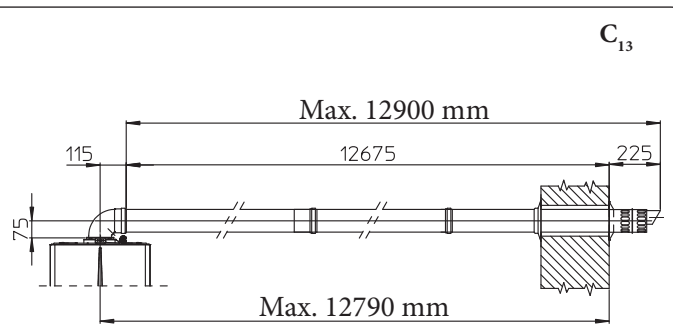

Fig. 1-15
• Prolunghe per kit orizzontale \varnothing 60/100 (Fig. 1-15). Il kit con questa configurazione può essere prolungato fino a una *misura max. di 12,9 m* orizzontali, compreso il terminale grigliato ed esclusa la curva concentrica in uscita dalla caldaia. Tale configurazione corrisponde ad un fattore di resistenza uguale a 100. In questi casi è necessario richiedere le apposite prolunghe.